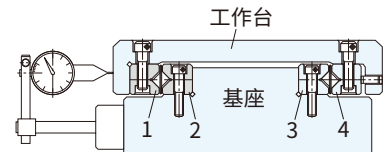

图1 交叉滚柱导轨的安装
- 3.基座与工作台按图1所示位置关系进行安装，滚柱保持器由端部插入。这时，保持器若没有间隙插不进去时，可将轨道4往调整螺栓侧挪动后再行插入。
- 4.如图1所示，设置好千分表。然后一边左右轻推工作台，一边将所有调整螺栓轻轻地拧入，直到左右没有间隙为止。